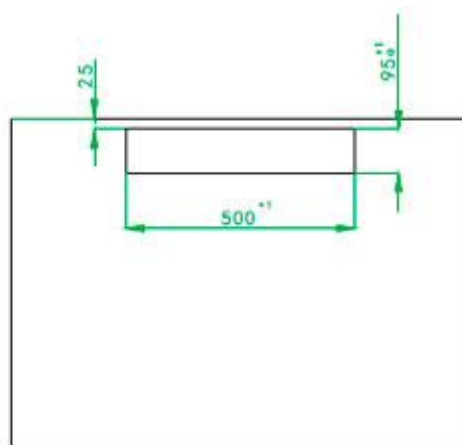
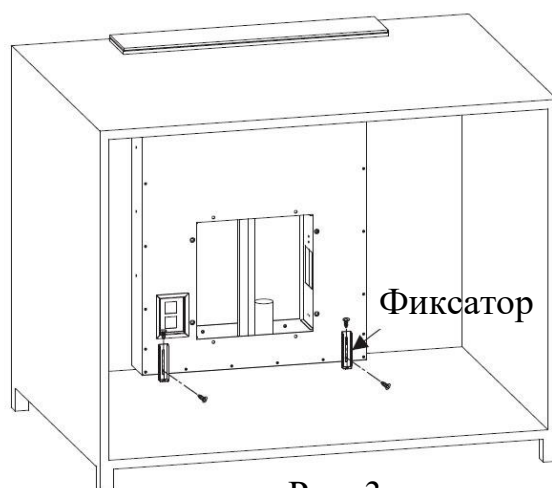

Рис. 2
Рис. 3
2. Вставьте вытяжку в отверстие шкафа. (См. рис. 2) Используйте 4 винта ST4*8 и винт ST4*14 и закрепите фиксаторы, чтобы зафиксировать вытяжку. (См. рис. 3)